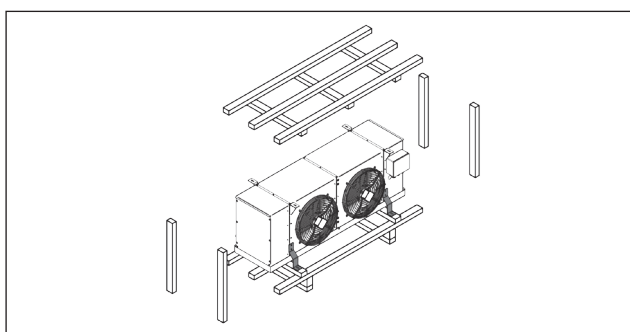

Рис. 8.3
2. Снимите защитную плёнку. Затем демонтируйте деревянный каркас за исключением поддона, открутив четыре верхних самореза, при помощи которых каркас соединён с монтажными кронштейнами воздухоохлаждителя (Рис.8.3).